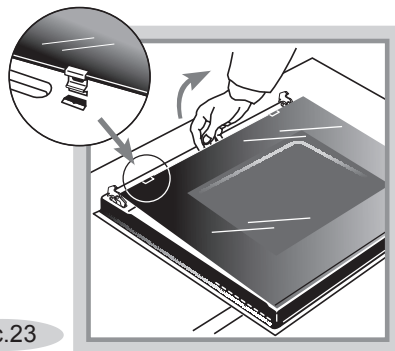

Рис.23
- Чтобы помыть стекла дверцы со всех сторон, **внутреннее стекло можно легко снять.** Для этого потяните за край стекла, как показано на рис. 23